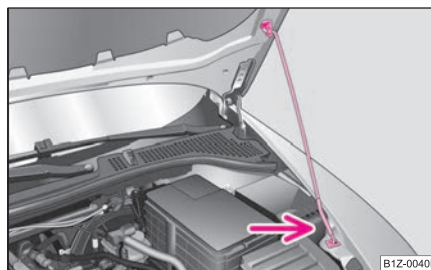

Fig. 196 Seguro del capó con la varilla de apoyo
- Saque la varilla de apoyo de su fijación y engánchela en la abertura prevista con tal fin ⇒ página 216, fig. 196.